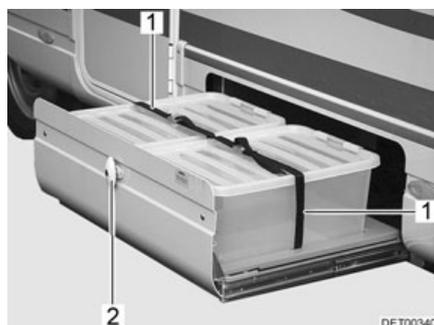

Fig. 48 Dispositivo de extracción para cajas
- Abrir la cerradura de la trampilla (Fig. 48,2) en la forma anteriormente descrita.
- Soltar las correas de sujeción (Fig. 48,1).